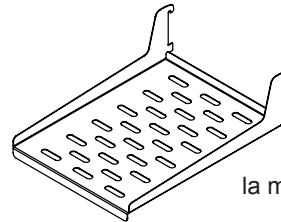

Figura 34
- (1) Deslice hacia afuera estante voladizo de metal (see Figura 34).